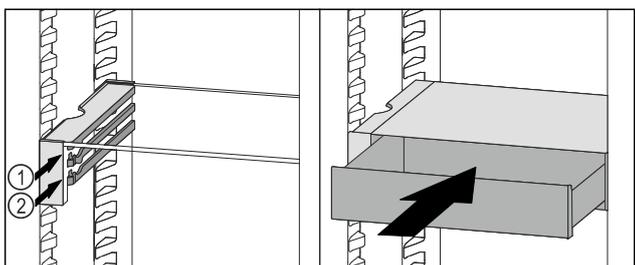

Fig. 103
- ▶ Așezați sertarul VarioSafe în spatele opritoarelor pe nervura dorită Fig. 103 (1) sau Fig. 103 (2).